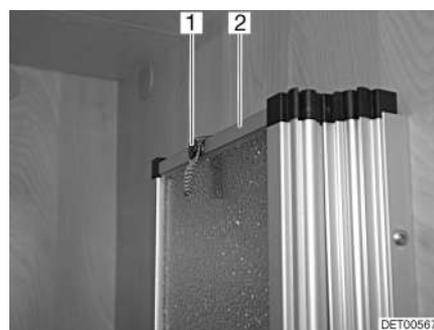

Fig. 87 Dispositivo de fijación, panel de separación de la ducha
- Soltar la cinta de sujeción (Fig. 87,1) del panel de separación de la ducha (Fig. 87,2) y desplegar el panel de separación de la ducha.
- Plegar el panel de separación de la ducha (Fig. 87,2) y fijar la cinta de sujeción (Fig. 87,1).